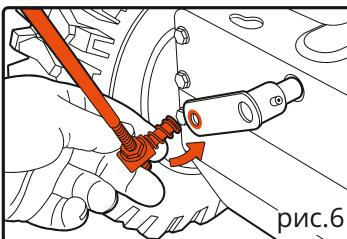
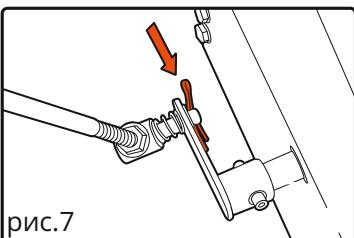

рис.6
рис.7
- Подсоедините штангу к кронштейну привода передач в нижней части снегоуборщика (рис. 6) и зашплинтуйте её (рис. 7).